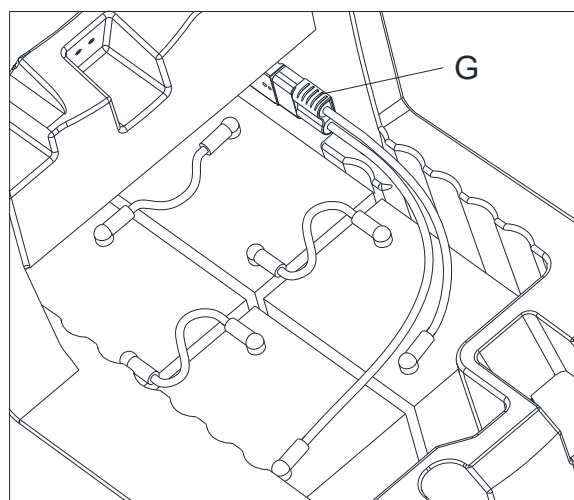

Figura 10
2. Desligue o conector da bateria (G, Figura 10).